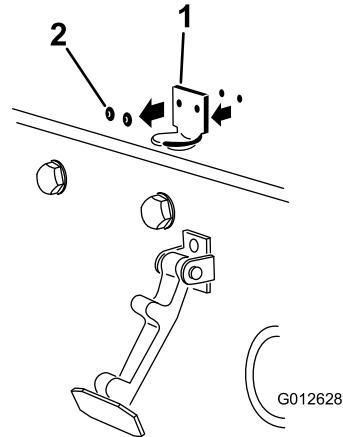

Bild 23
2. Entfernen Sie die zwei Nieten, mit denen die Halterung des Motorhaubenriegels an der Motorhaube befestigt ist (Bild 23).
Hinweis: Die Riegelhalterung muss an der Haube anliegen (Bild 23).